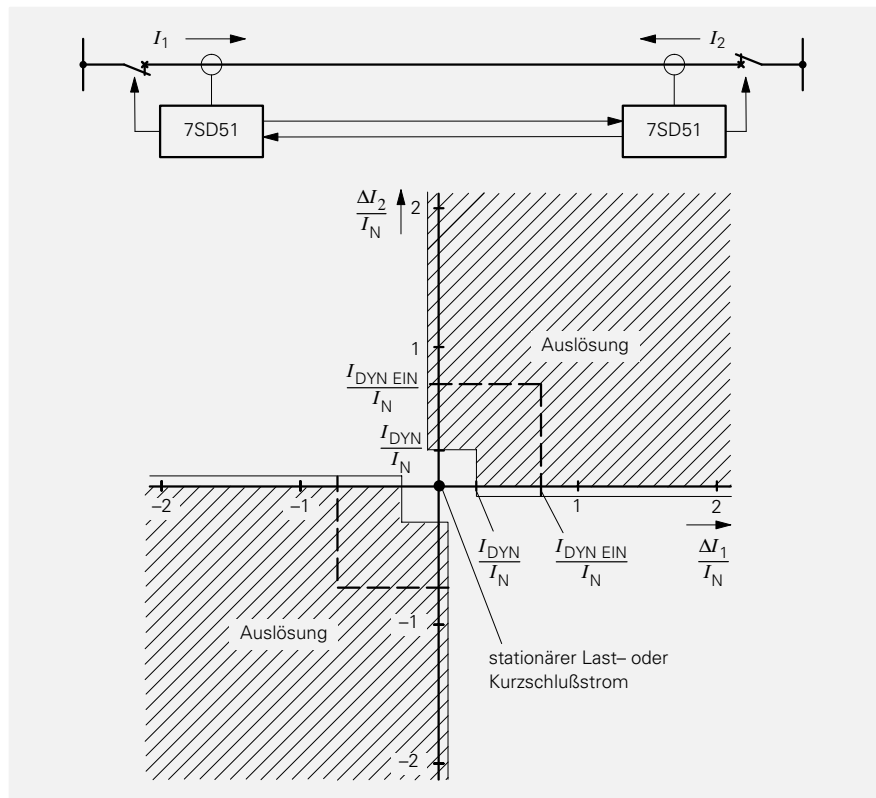

Bild 3
- Dynamisches Meßverfahren mit hoher Empfindlichkeit unter Nennstrom ermöglicht die Erkennung und Abschaltung von hochohmigen Kurzschlüssen auch bei großem durchfließenden Laststrom (entsprechend Bild 3)
- Beim Einschalten der Leitung/Kabel kann die dynamische Ansprechennlinie über einen Einstellwert $I_{DYN\ EIN}$ für 4 Netzperioden unempfindlicher eingestellt werden (entsprechend Bild 3)